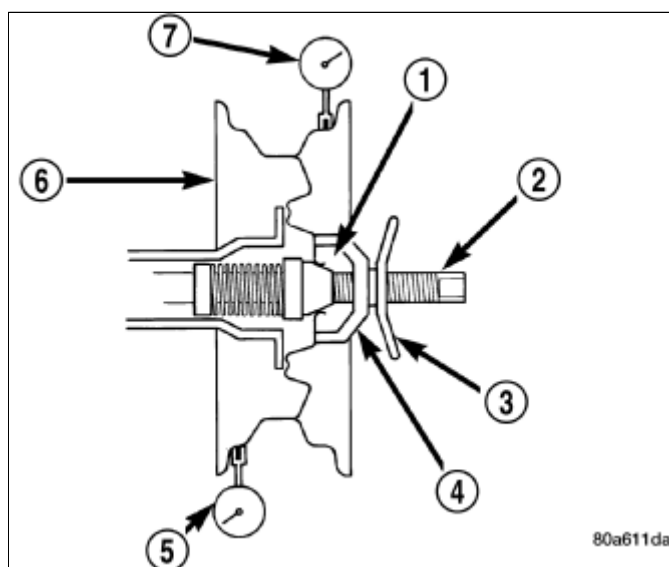

图 4 检查车轮的径向跳动
c. 在轮胎圆缘座上测量径向偏摆(图 4)。 对于铝制车轮，偏摆不应超过0.254 mm（0.010英寸），对于不锈钢车轮，偏摆不应超过0.508 mm（0.020英寸）。 如果超过限制，则更换车轮。